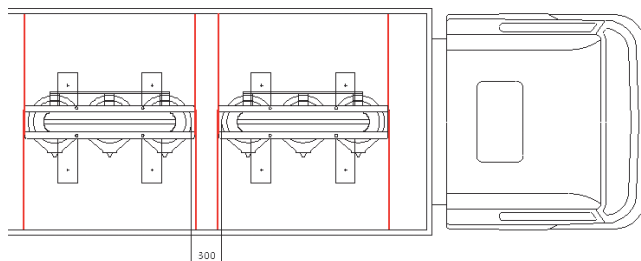

Рисунок 3 – Схема размещения трансформаторов при транспортировке
4.1.2 При транспортировании нескольких трансформаторов в одном транспортном средстве необходимо обеспечить расстояние в свету между ними не менее 300 мм (см. рисунок 3).